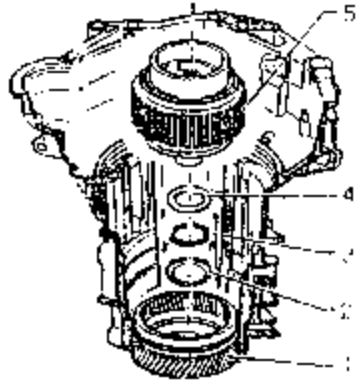

图 7-79 装入推力滚针轴承及垫圈
2) 把推力滚针轴承以及垫圈装入输入齿轮, 如图 7-79 所示。